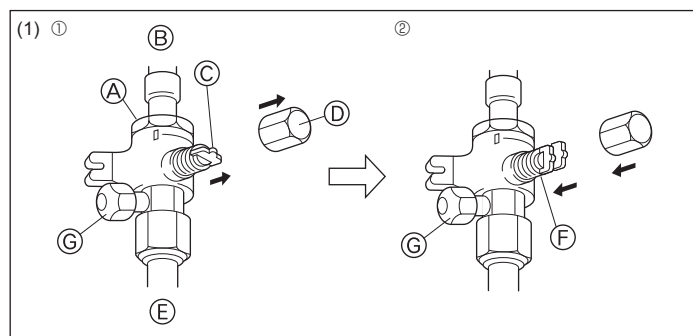
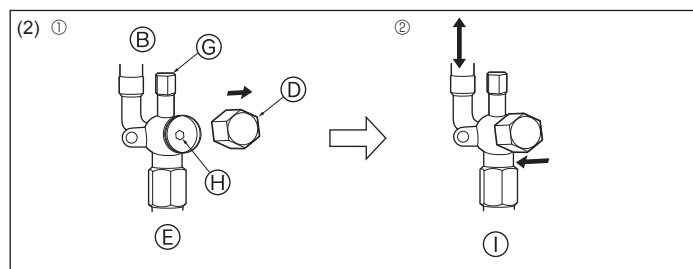

Fig. 4-12
Fig. 4-13
- Sørg for at stengeventilene ① ② er stengt. Du må heller ikke åpne dem.
- Sett trykk på kjølemiddelrørene gjennom serviceporten ③ i stengeventilen for væske ① og stengeventilen for gass ②.
- ② Ikke sett på alt det spesifiserte trykket med en gang. Øk trykket litt av gangen.
- ① Sett trykket på 0,5 MPa (5 kgf/cm²G), vent 5 minutter og forsikre deg om at trykket ikke øker.
- ② Sett trykket på 1,5 MPa (15 kgf/cm²G), vent 5 minutter og forsikre deg om at trykket ikke øker.
- ③ Øk trykket til 4,15 MPa (41,5 kgf/cm²G) og mål omgivelsestemperaturen og kjølemiddeltrykket.
- ③ Hvis det spesifiserte trykket holder seg i omtrent 1 dag og ikke synker, har rørene bestått testen og er uten lekkasjer.
- ④ Hvis trykket faller i trinn (2) eller (3), finnes det en gasslekkasje. Se etter kilden til gasslekkasjen.
- ① Gasside (Fig. 4-12)
- ① Fjern lokket, trekk håndtaket mot deg og dreii 1/4 omdreining mot klokken for å åpne.
- ② Sørg for at stengeventilen er helt åpen, skyv håndtaket og dreii lokket tilbake til utgangsstillingen.
- ② Væskeside (Fig. 4-13)
- ① Fjern lokket og dreii ventilstangen mot klokken så langt den går, ved å bruke en 4 mm sekskantnøkkel. Slutt å dreii når den treffer sperren. (ø6,35: ca. 4,5 omdreining) (ø9,52: ca. 10 omdreining)